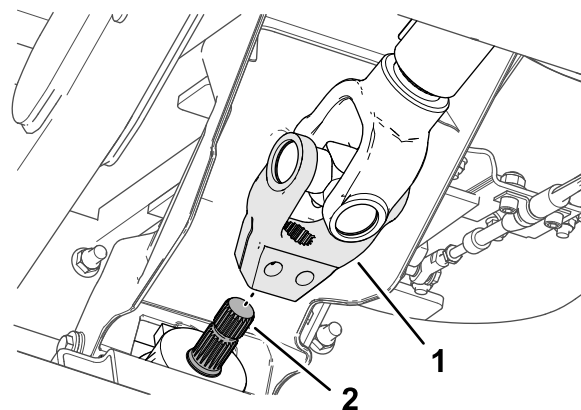

Figura 15
5. Alinee las acanaladuras de la horquilla del árbol de transmisión con las acanaladuras del eje de entrada del accesorio (Figura 15) y deslice la horquilla sobre el eje.